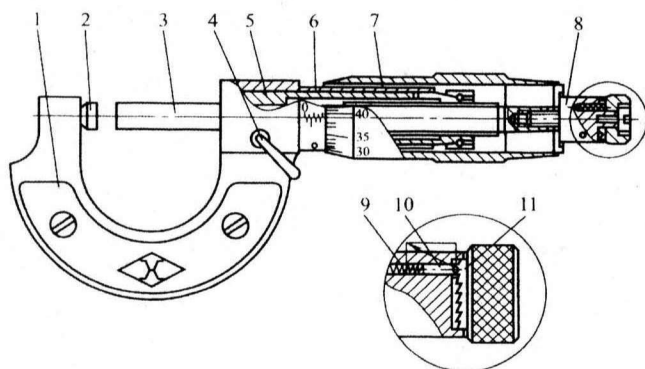

图 1-4 千分尺
(1) 千分尺的结构形状 外径千分尺的结构形状如图 1-4 所示，由尺架 1、砧座 2、测微螺杆 3、锁紧装置 4、螺纹轴套 5、固定套管 6、微分筒 7 和测力装置 8 等部分组成。测力装置 8 保证测量面与工件接触时具有恒定的测量力，以便测出正确的尺寸。棘爪 10 在弹簧 9 的作用下与棘轮 11 啮合。当千分尺的测量面与工件接触，并超过一定压力时，棘轮 11 沿着棘爪的斜面滑动，发出嗒嗒声，这时就可读出工件尺寸。